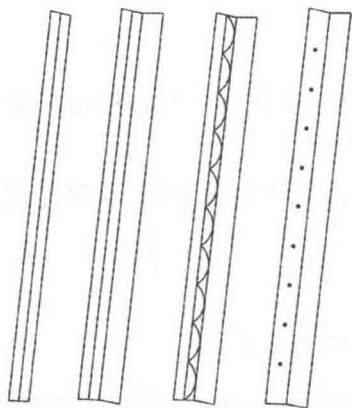

图6-76 画装饰条
(14) 装饰条扣眼位。
①选择  【移动】工具按住【Shift】键,进入【复制】功能。将装饰条部分复制在空白处。
②选择  【智能笔】工具按住【Shift】键,进入【平行线】功能。画装饰条中线。
③选择  【对称】工具按住【Shift】键,进入【复制】功能。将装饰条复制为一整块。
④选择  【等份规】工具把装饰条中线分成10个等份。
⑤选择  【点】工具把每个等份处加个点,再选择  【橡皮擦】工具把等份线删除(图6-76)。
⑥选择  【智能笔】工具在空白处拖定出宽5cm,长25cm。
⑦选择  【智能笔】工具按住【Shift】键,进入【平行线】功能。输入1.25cm画装饰条中线。
⑧选择  【等份规】工具把装饰条中线分成7个等份。